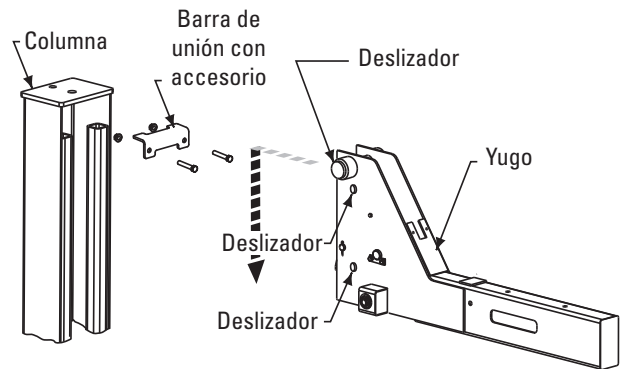

Fig. 12
8. Recueste la columna, con la parte trasera de la columna al piso. Retire la barra de unión instalada cerca de la parte superior de los tubos de la columna. Retire la varilla enroscada a la barra del pasador del agujero en la placa superior y coloque la barra del pasador plana en la columna. Deslice el yugo en la parte superior de la columna y deslice a la parte inferior de la columna, Fig. 12. Vuelva a instalar la barra de unión. Reinserte la barra del pasador a través de la placa superior.